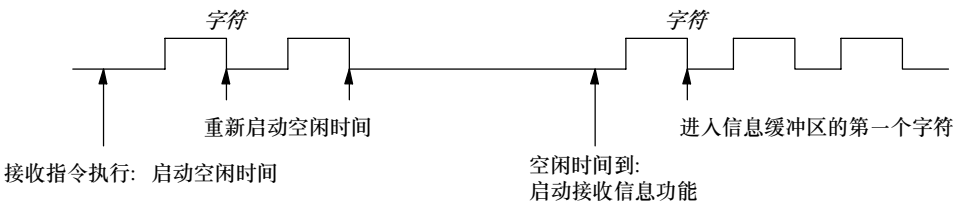

图6-11 用空闲时间检测来启动接收指令
- 1. **空闲线检测:** 空闲线条件是指在传输线上一段安静或者空闲的时间。在SMW90或者SMW190中指定其毫秒数。当接收指令在程序中执行时，接收信息功能对空闲线条件进行检测。如果在空闲线时间到之前接收到任何字符，接收信息功能会忽略那些字符并且按照SMW90或者SMW190中给定的时间值重新启动空闲线定时器。参见图6-11。在空闲线时间到之后，接收信息功能将所有接收到的字符存入信息缓冲区。